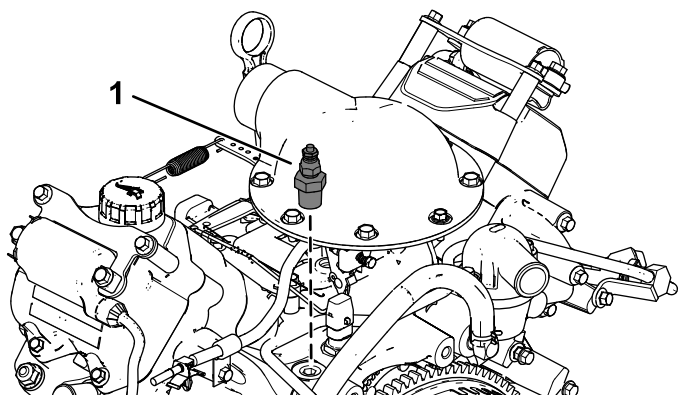

Figura 7
1. Rimuovete il microinterruttore della temperatura dall'alloggiamento del termostato (Figura 7).